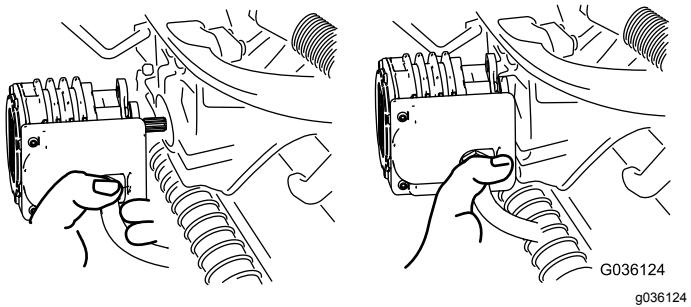

図 35
4. 外したモータは、サスペンションアームの前部にある一時保管位置にセットしておく図 35。